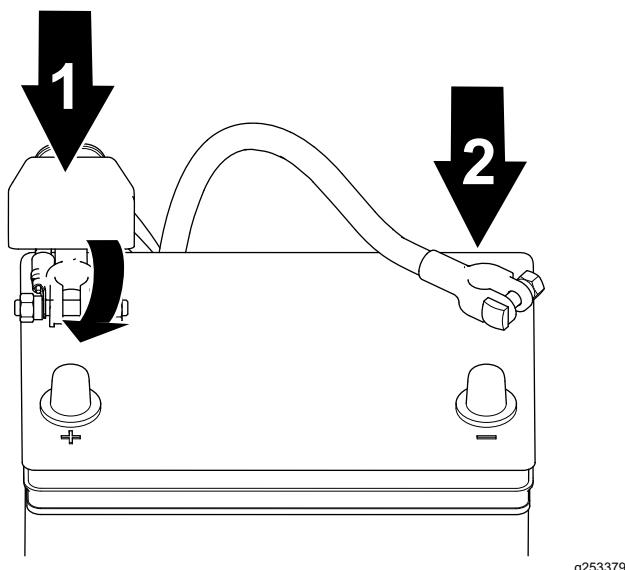

Figura 41
- Conecte el cable positivo a la batería y apriete la tuerca de pinza de la batería (Figura 41).
2. Conecte el cable negativo a la batería y apriete la tuerca de pinza de la batería (Figura 41).